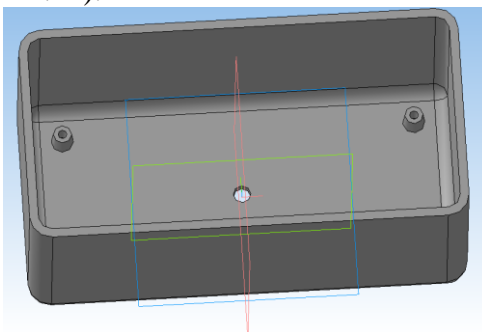

Рис. 2.12. Отверстие
1. Необходимо сделать отверстие в дне по центру диаметром 4 мм. (рис. 2.12).